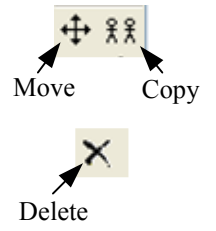

図3-6
(5)配置した部品を削除したい場合は図3-6の"Delete"コマンドを、移動したい場合は"Move"コマンドを、コピーしたい場合は"Copy"コマンドを実行するとよい。